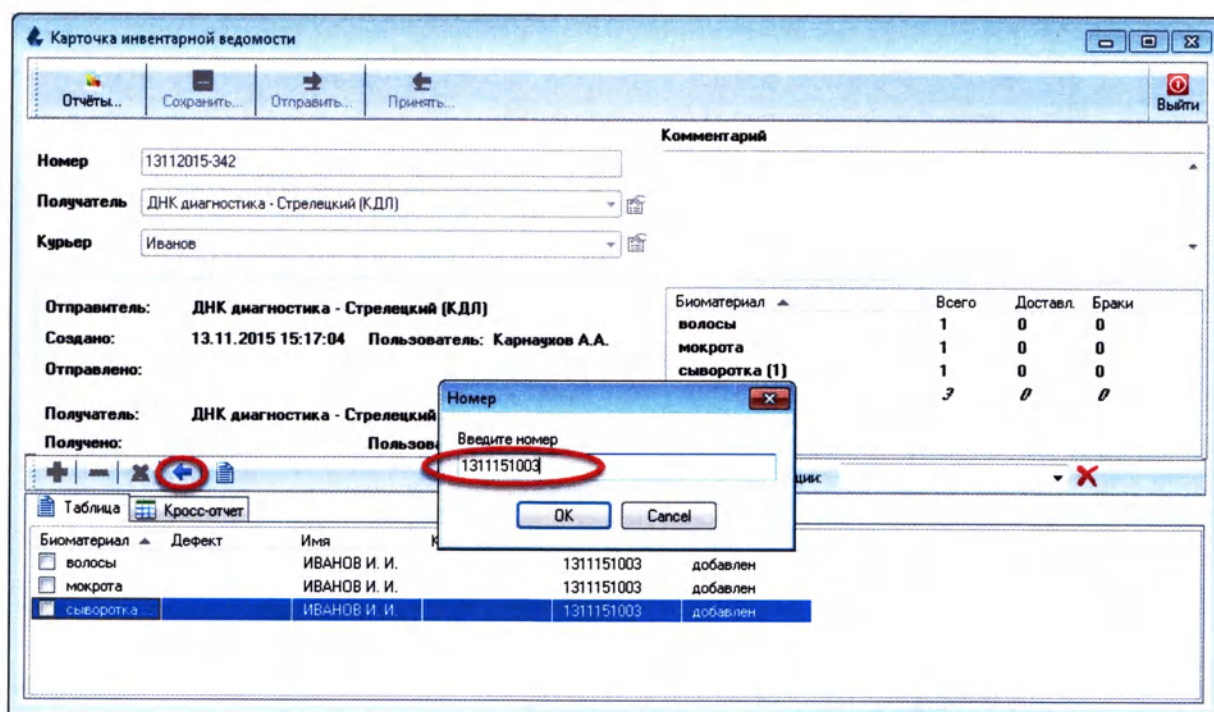

Рисунок 1.17
2. Ручным способом. Нажмите кнопку «Принять» –  и в открывшемся окне введите номер заявки и нажмите кнопку «Ок», как показано на рисунке ниже (Рисунок 1.17):